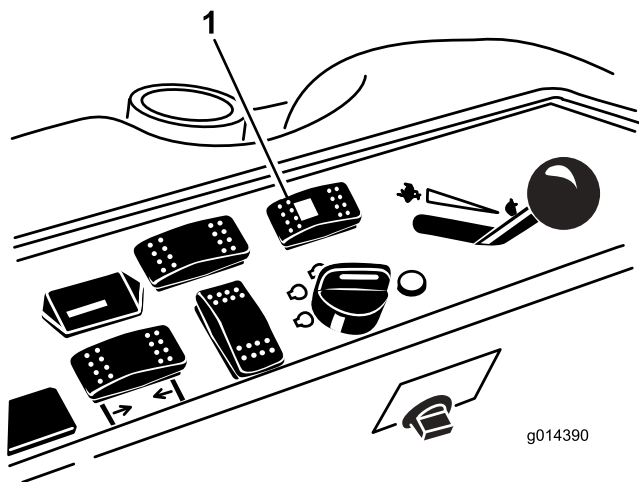

Figura 52
1. Pressione o interruptor do selector de tracção (tracção às quatro rodas) para a posição traseira (Figura 52).